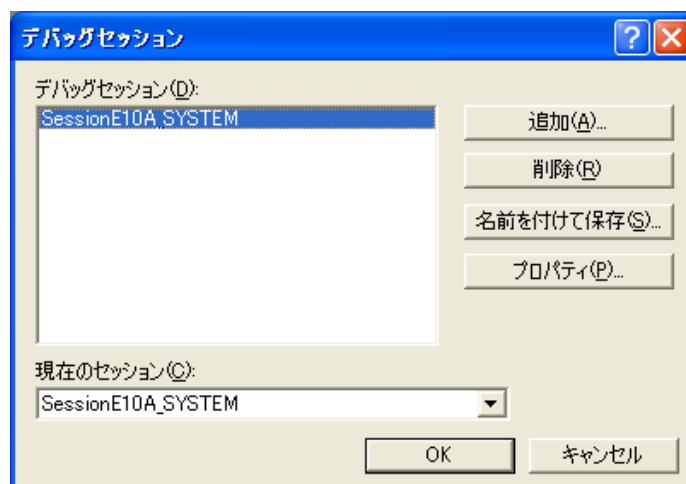

図 4.28 [デバッグセッション]ダイアログボックス
- [デバッグ->デバッグセッション...]を選んでください。[デバッグセッション]ダイアログボックスを表示します(図4.28)。
1. [デバッグ>デバッグセッション...]を選んでください。[デバッグセッション]ダイアログボックスを表示します(図4.28)。
- [デバッグ>デバッグセッション...]を選んでください。[デバッグセッション]ダイアログボックスを表示します(図4.28)。